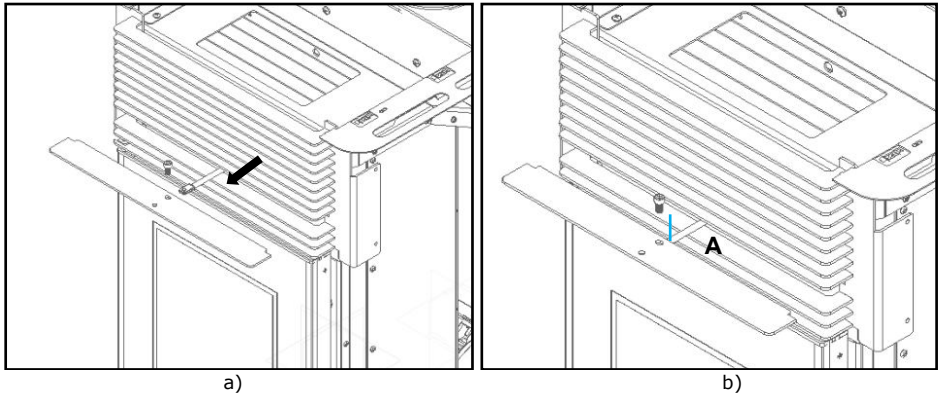

Figura 93 – Aperto da pala do registo
b) De seguida puxar o varão do registo para a frente (Figura 93-a), coincidir o furo do varão e com o furo da pala e uni-los com um parafuso **A** (DIN 7991 M6x10).